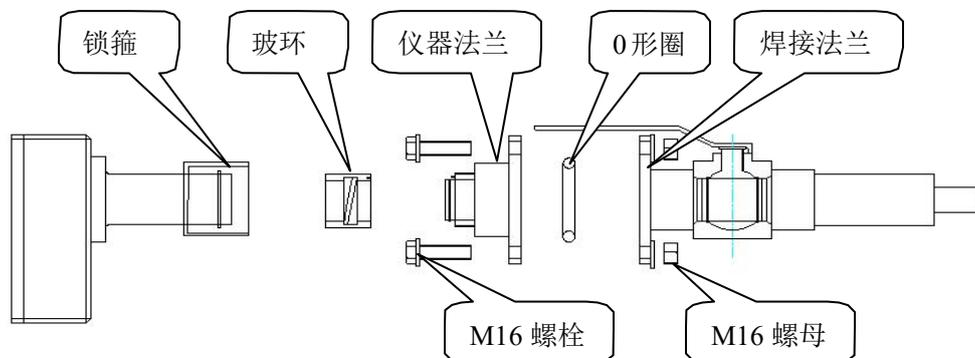

图 5.3 仪器法兰安装示意图
仪器法兰安装详见图 5.3, 即用四对 M16 的螺栓、螺母固定在焊接法兰上, 安装需注意 以下几点:
把发射单元的发射端装入仪器法兰（见图 5.3），注意玻环的销钉方向，然后用锁箍固紧，并把紧定螺栓锁紧。相同方法装上接收单元。
1. 松开发射单元仪器法兰上的四颗紧定螺栓，详见图 5.3，调节四颗 M16 螺栓使发射单元 LCD 液晶屏上显示的透过率达到最大，然后锁紧四颗紧定螺栓；